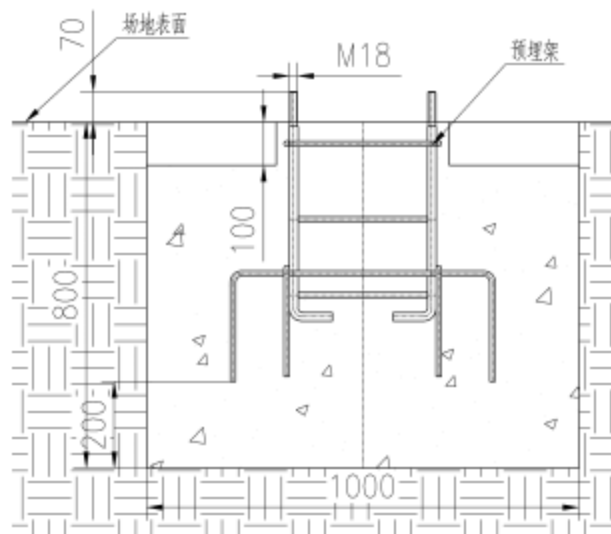

图5
4) 向混凝土地基坑中浇注混凝土，浇注至距场地表面100mm处（如图5）；